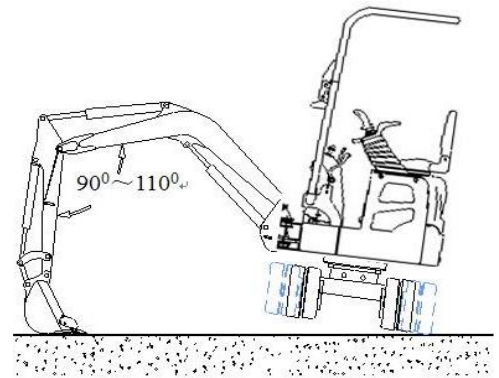

FIG. 4-12
- 5) Si la excavadora no se puede trasladar fuera de un lodazal, puede extender el brazo y colocar el cazo en el suelo para elevar la oruga de un lado, luego gire la oruga elevada para salir. A fin de reducir la fuerza que soportan pluma y brazo, el ángulo entre pluma y brazo debe estar en el intervalo de 90° ~ 110° (FIG. 4-12).